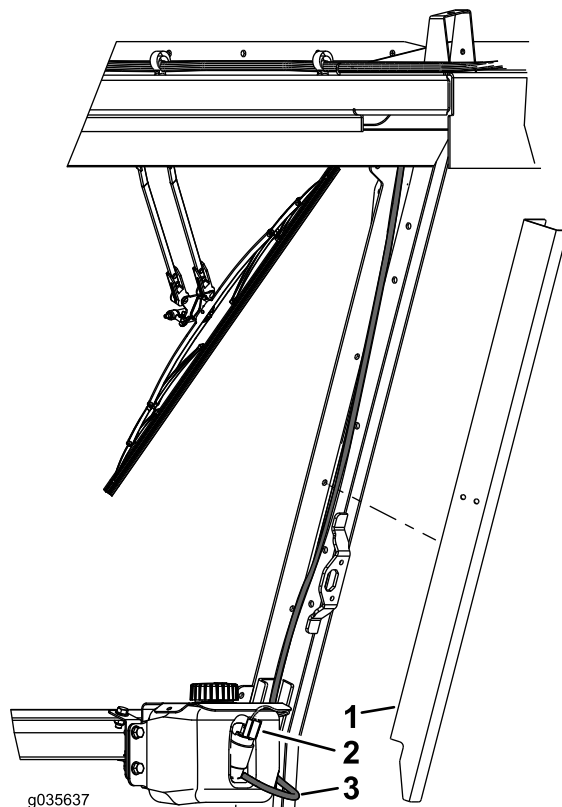

図 8
3. 柱からカバーを取り外す図8。
4. タンク内のポンプにホースを取り付け、ホースをワイパー用モータに接続する図8。
5. ハーネスのコネクタをタンクのポンプに接続する図8。
9. 柱にカバーを取り付ける 図 8。